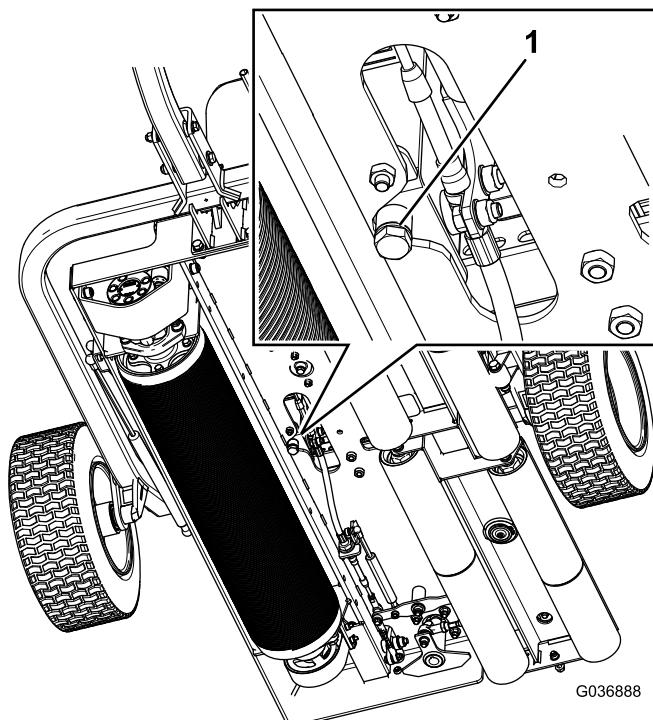

Figura 36
- Coloque un recipiente debajo del tapón de vaciado del depósito hidráulico (Figura 36).
- Retire el tapón de la parte inferior del depósito (Figura 36).